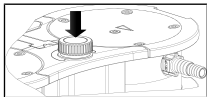

Fig. 7: Conexión y desconexión de la bomba con botón giratorio/pulsador
- Conectar la bomba pulsando el botón giratorio/pulsador (ver Fig. 7).